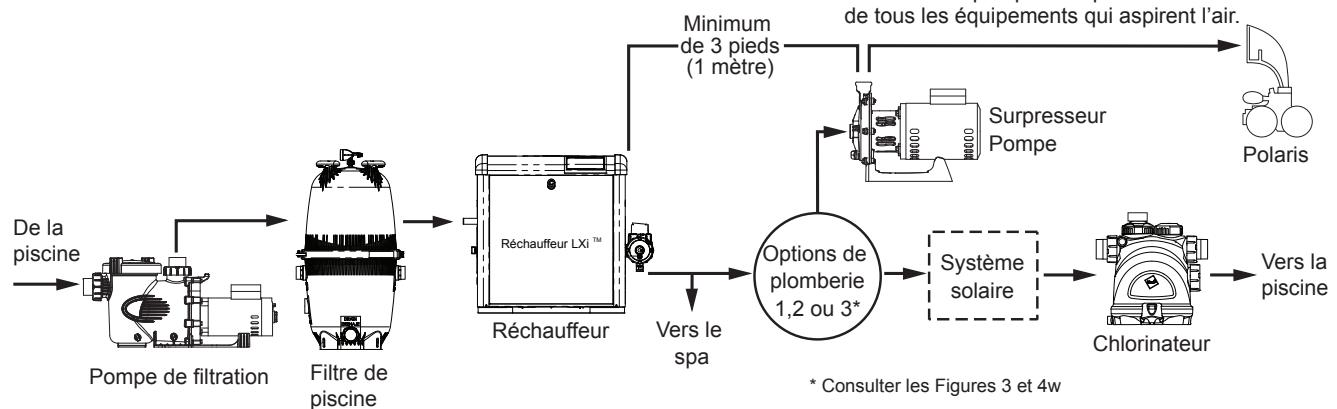

Figure 2. Disposition typique des équipements
Pour s'assurer du bon fonctionnement de la pompe et du nettoyeur, consulter la Figure 2 et respecter les lignes directrices suivantes concernant les équipements spécifiques.
2. Si un réchauffeur est installé sur le système, installer l'entrée pour la pompe de surpression dans la conduite de retour en amont et à au moins trois (3) pieds (1 mètre) du débit du réchauffeur. Voir la Figure 2. **Ne pas installer l'entrée de la pompe de surpression sur la section du tuyau du dissipateur de chaleur qui sort directement du réchauffeur.**